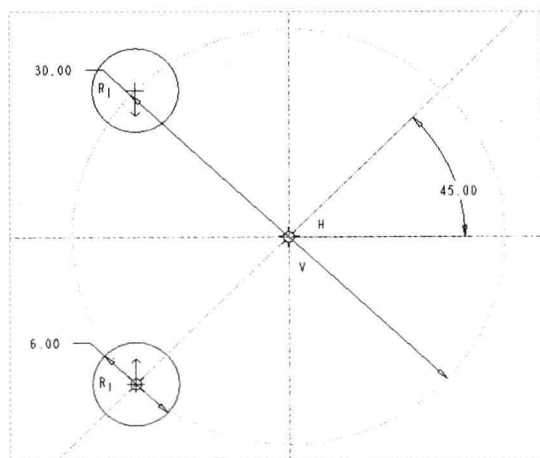

图 13-46 镜像图形 1
Step 06 选择绘图区左下方的圆对象，在“功能区”选项板的“草绘”选项卡中，单击“编辑”面板中的“镜像”按钮，以中间的水平中心线为镜像线，进行镜像处理，如图 13-46 所示。